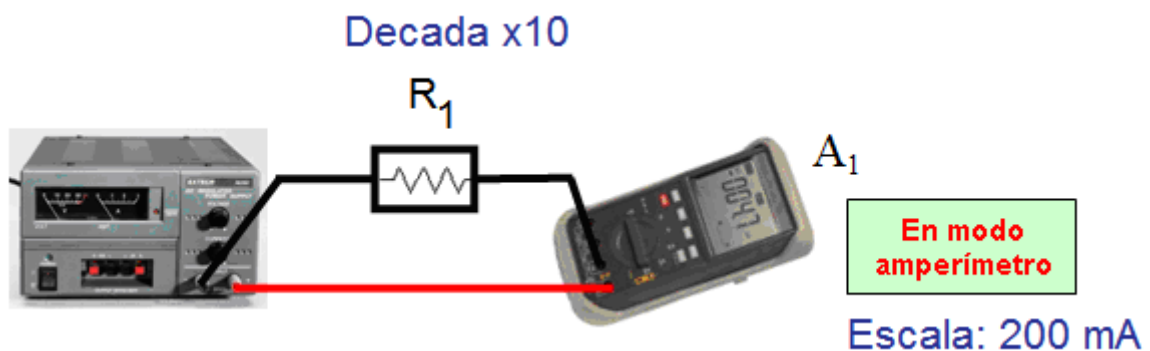

Figura 3.3. Esquema de conexión de los elementos del arreglo de resistencias en serie.
2. Arme el circuito eléctrico mostrado en la figura 3.3, donde el amperímetro está conectado en serie con la resistencia $R_1=300\ \Omega$ (referencial) (**usar la década X100**).